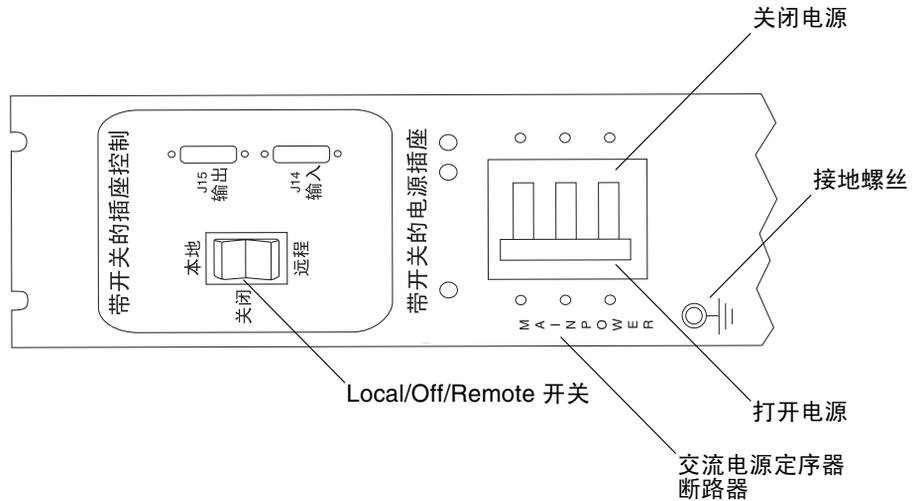

图 2-15 后电源定序器控制面板
1. 验证前后 AC 电源定序器断路器均处于 关闭位置（图 2-15）。
2. 验证每个电源定序器上的 Local/Off/Remote 开关是否处于 "Remote" 位置（图 2-15）。
2. 请将基本机箱前面和后面的交流电源定序器断路器拨到打开位置（图 2-15）。